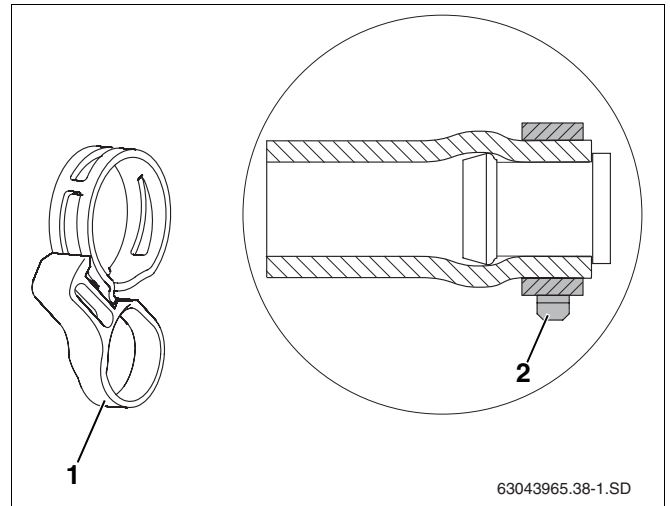

Fig. 36 Braçadeira de mola com anel de fixação e no estado instalado no tampão cego pré-instalado.
- ▶ A posição correcta da braçadeira de mola deve ser impreterivelmente assegurada antes de retirar o anel de fixação (fig. 36, **item 1**) (fig. 36, **item 2**). Soltar posteriormente o anel de fixação com um alicate pode prejudicar a força de tensão.